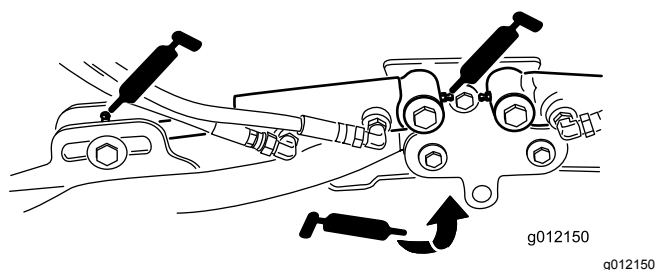

Рисунок 45
- Цилиндры подъемных рычагов режущего блока (по 2 шт.) (Рисунок 45).